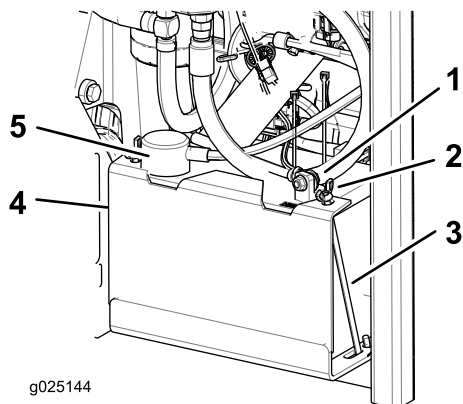

Figure 44
3. Débranchez le câble négatif (noir) de la batterie de la borne négative (-) de la batterie (Figure 44).
4. Enlevez le capuchon rouge de la borne positive (rouge) de la batterie et débranchez le câble positif (+) (Figure 44).
5. Retirez les écrous à oreilles qui fixent les crochets en J (Figure 44).
6. Déposez le dispositif de maintien (Figure 44).
1. Placez la batterie dans son support en tournant les bornes à l'opposé du réservoir hydraulique (Figure 44).
4. Fixez les câbles avec 2 boulons, 2 rondelles et 2 contre-écrous (Figure 44).
6. Reposez le dispositif de maintien et fixez-le avec les écrous à oreilles et les crochets en J (Figure 44).